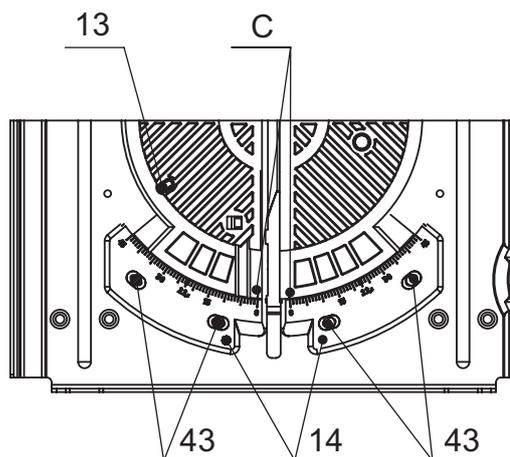

Рис. 13.
- Убедитесь, что указатели С на основании 13 совпадают с 0° на обеих шкалах скоса 14 (рис.13).